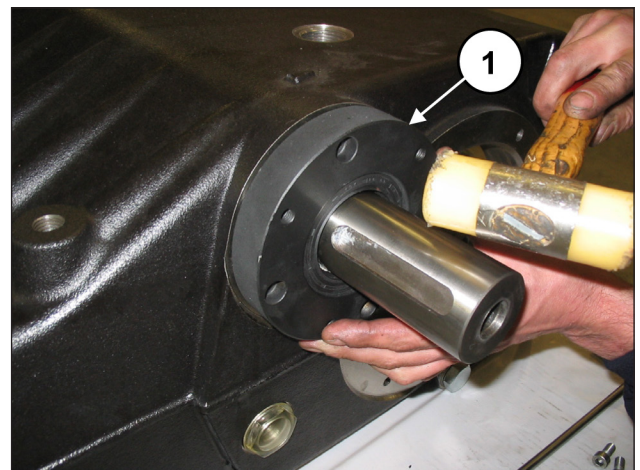
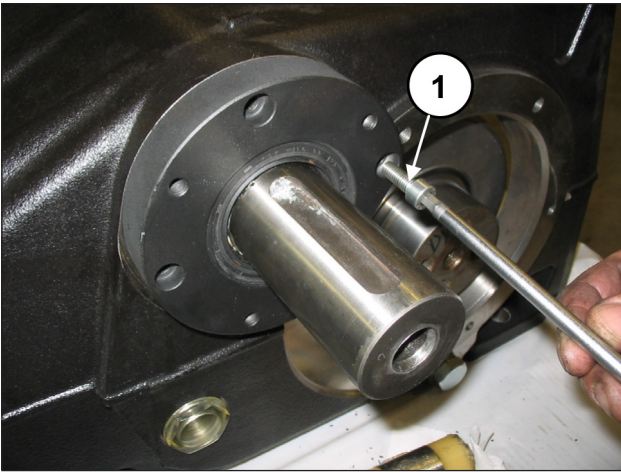

Fig. 67
Fig. 68
Monter un premier couvercle de coussinet de PTO (droit ou gauche) sur le carter de pompe (rep. ①, Fig. 67) et le fixer à l'aide de 4 vis M8x30 (rep. ①, Fig. 68).
Monter l'autre couvercle de coussinet de PTO sur le carter de pompe (rep. ①, Fig. 67) et le fixer à l'aide de 4 vis M8x30 (rep. ①, Fig. 68).